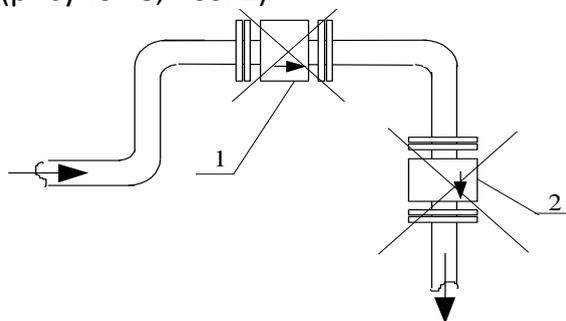

Рисунок 8
Не допускается установка ППР-7 на самом высоком месте системы (рисунок 8, поз. 1) и на вертикальном месте трубы со свободным выходом измеряемой среды (рисунок 8, поз. 2).
- при горизонтальной и наклонной установке ППР-7-32 диафрагма, находящаяся внутри выходного переходника, должна располагаться вырезом вниз или в сторону; штуцеры для подключения спиртомера должны быть направлены "вниз", причем угол отклонения от горизонтальной плоскости должен быть не менее  $15^\circ$  (см.рис.8а); при вертикальной установке ППР-7 положение диафрагмы и штуцеров для подключения спиртомера – произвольное;
Рисунок 8а